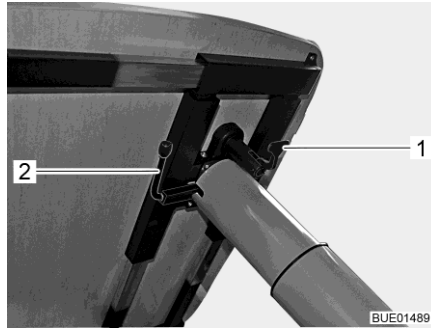

Bild 130 Inställning lyftbord
- Fäll ned låsarmen (Bild 130,1).
- Sväng spaken (Bild 130,2) under bordsskivan 180° medurs. Lyftmekanismen i bordsbenet låses upp.
- Sväng spaken (Bild 130,2) under bordsskivan 180° medurs. Bordsskivan åker själv upp till det övre ändläget.